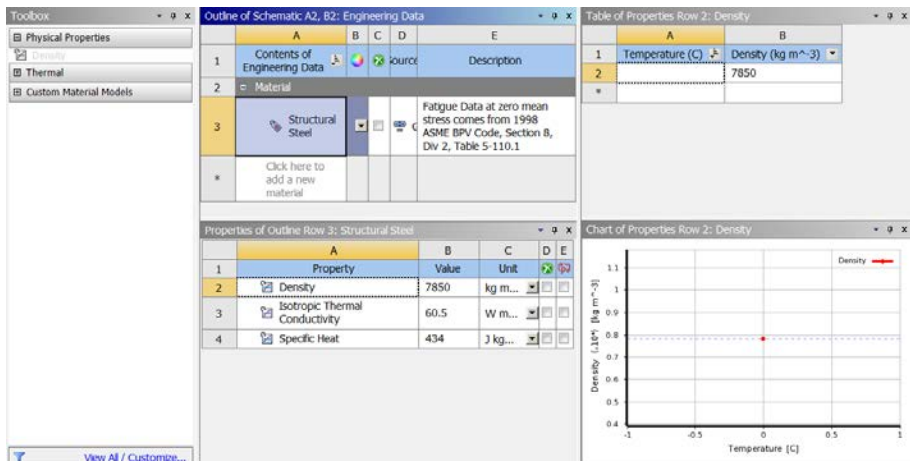

图 22-2 工程数据界面
1) 双击项目 A 的 A2 栏中的 “Engineering Data” 项, 进入如图 22-2 所示的工程数据界面, 在该界面下即可进行材料参数设置。